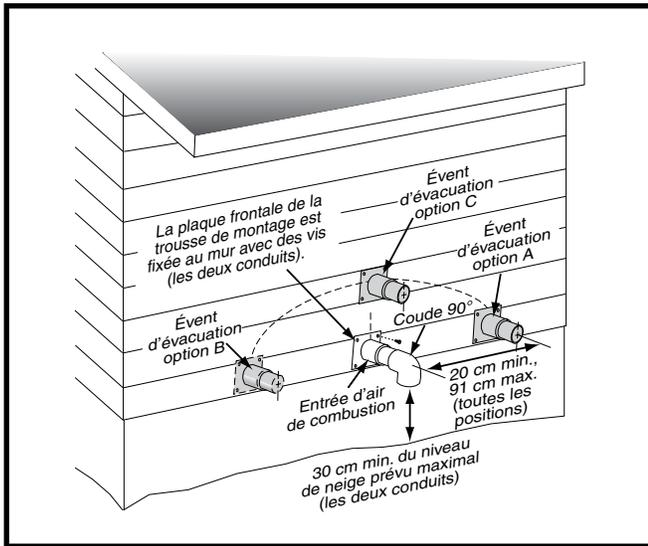
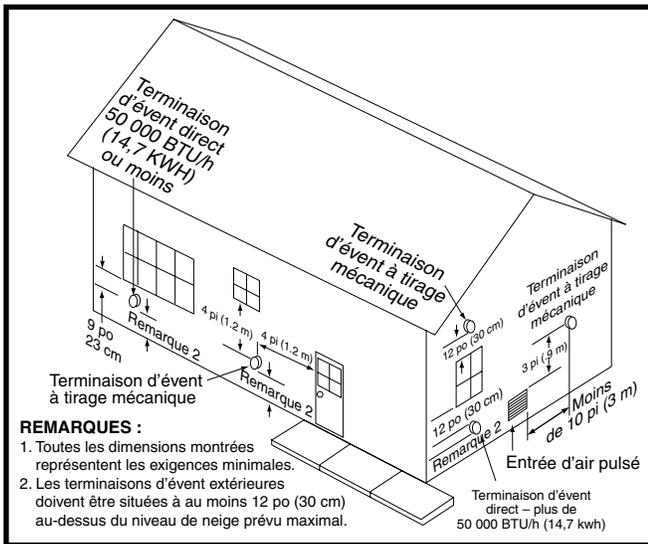
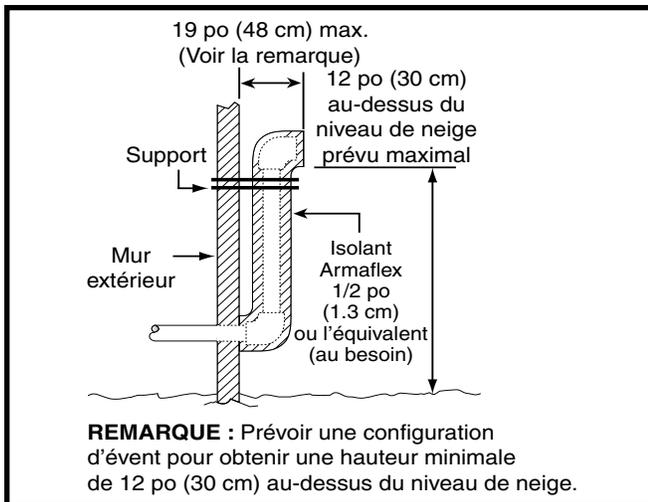
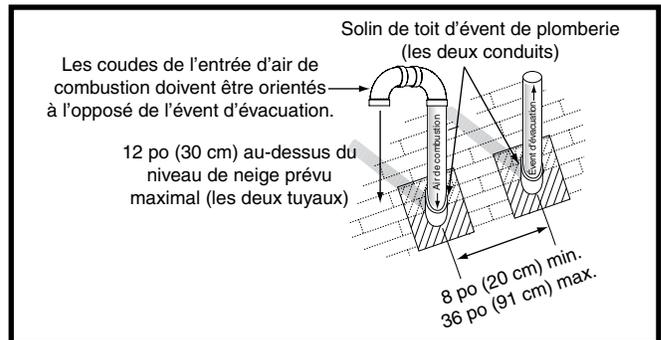

Figure 7. Dégagements du conduit d'admission et du conduit d'évacuation
Figure 8. Emplacements de l'évent
Figure 9. Autre installation d'un conduit d'évent horizontal
Figure 10. Terminaison d'évent vertical
- Si on utilise un système à évacuation directe (2 conduits), l'admission d'air de combustion et l'évacuation doivent être situées dans la même zone de pression atmosphérique. Cela signifie que les deux conduits doivent sortir du bâtiment par la même section de mur extérieur ou de toit, comme indiqué aux Figure 7, Figure 8, Figure 9, et Figure 10.
- Les terminaisons d'évent et d'admission d'air de combustion doivent être installées comme indiqué aux Figure 7 et Figure 8, et conformément à ces directives :
- Tous les dégagements minimaux doivent être maintenus pour protéger les matériaux du bâtiment contre la dégradation causée par les gaz de combustion. Consulter la Figure 7.
- Lorsque le conduit d'évent doit sortir par un mur extérieur à proximité du niveau du sol ou du niveau de neige prévu et qu'il n'est pas possible d'obtenir les dégagements indiqués à la Figure 7 \(page 12\), il est possible d'utiliser une conduite montante, comme indiqué à la Figure 9. Il faut utiliser de
Les exigences relatives à l'espacement des terminaisons entre le toit et entre chaque terminaison sont indiquées à la Figure 10. L'endroit où le conduit traverse le toit doit être doté d'un solin approprié et étanche; on peut utiliser un chaperon de toit ou un solin équivalent. La tuyauterie d'événement et la tuyauterie d'air de combustion peuvent être installées dans une cheminée existante non utilisée, à condition que :
- les dégagements de terminaison indiqués à la Figure 10 soient maintenus;